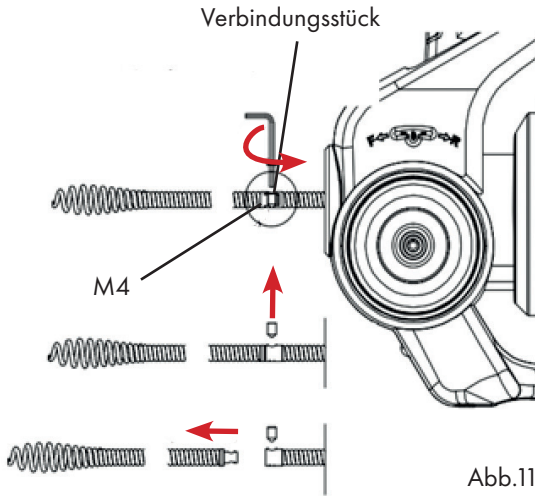

Abb.11
- Entfernen Sie die alte Spiralmutter (Abb. 11 folgende Seite).